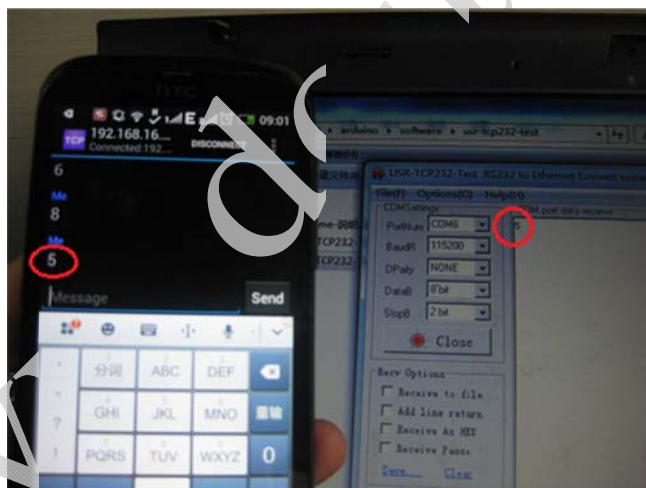

图 2-14 手机通过 wifi 与 PC 串口通信
- (4) 同时打开 PC 的串口助手，因为咱们想利用手机把要发送的信息通过 wifi 传出去，目的地在本次实验是串口，所以咱们现在串口上显示所发送的信息。在今后的实验中，将要使手机的发送信息传送到互联网上的服务器端。如图 2-14 所示，表示手机上的信息“5”，通过 wifi 网络，成功地传送到串口上。